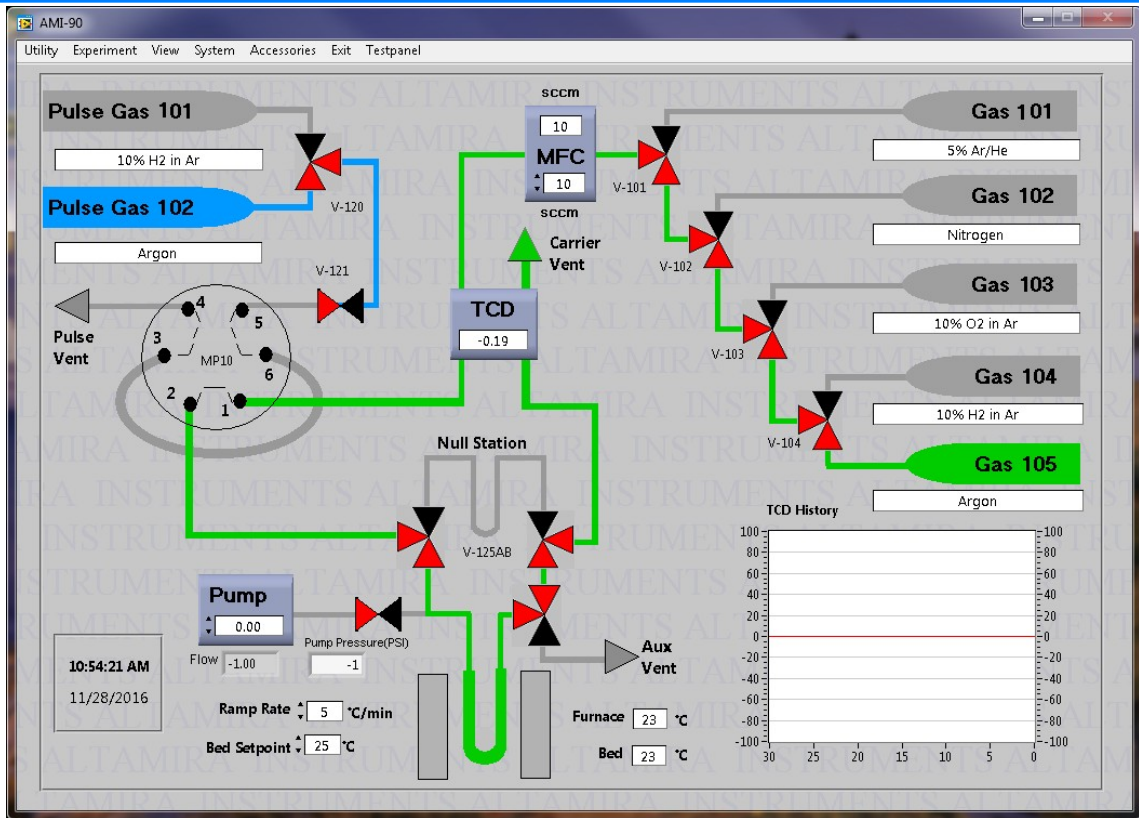

Figura 2: Janela principal do programa AMI-90.
1. No programa *AMI-90*, abrir o fluxo de gás inerte Ar ou N2 : (a) Clicar sobre a imagem que representa o cilindro de gás rotulada, por exemplo, como *Gas 105* para o gás argônio (Ar). **Obs.:** quando uma a linha de gás está aberta, esta é representada pela coloração verde no esquema do programa *AMI-90* (ver Figura 2); (b) Ajustar o fluxo (MFC) do gás como no exemplo da Figura 2, de 10 cm3/min, inserindo o valor da caixa de texto de baixo. Apertar *Enter*.